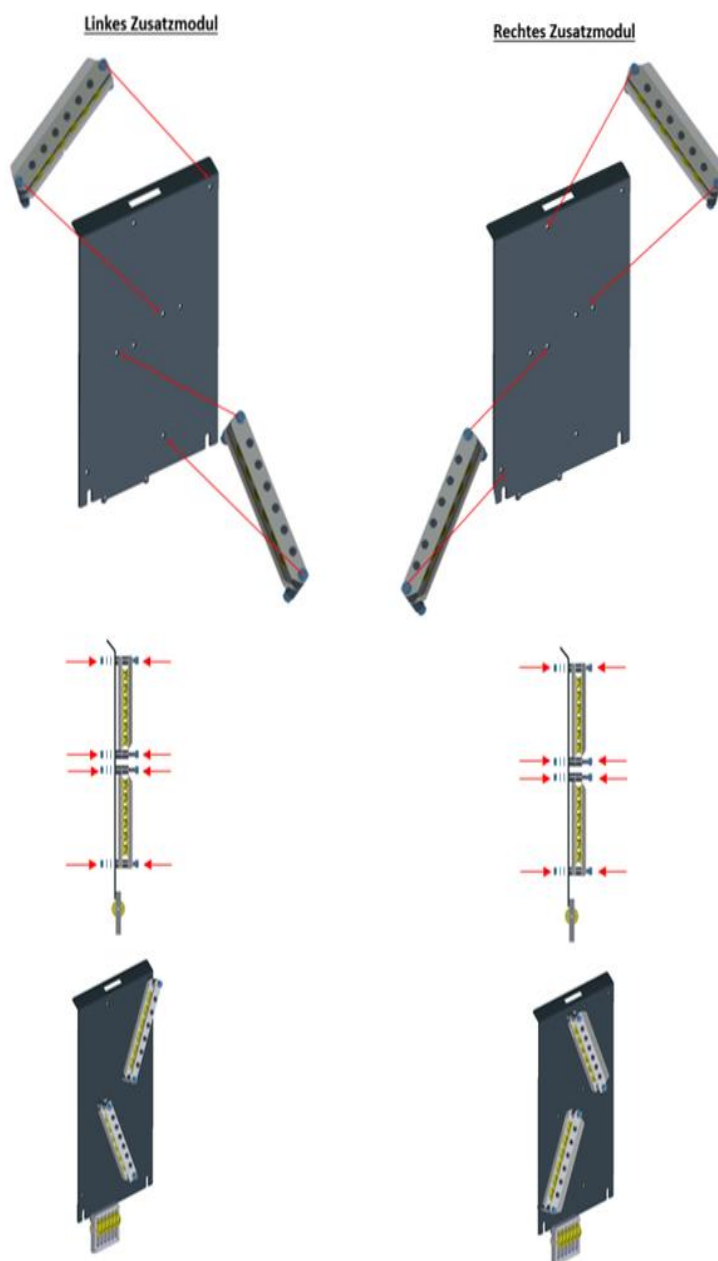

Fig. 10: Montage af styr til ekstramodul
1. Styret til ekstramodul (XL) monteres, som det fremgår af Fig. 10. Vær i den forbindelse opmærksom på, om styret skal bruges til højre eller venstre side.